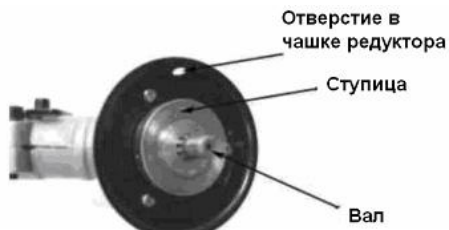

Рисунок 6
- Совместите отверстие в ступице вала с отверстием в чашке редуктора (рисунок 6).